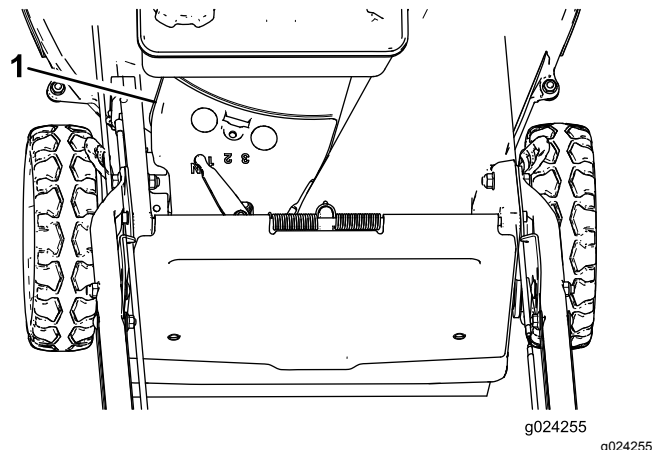

Figure 28
3. Enlevez le couvercle de courroie (Figure 28) du carter du tablier de coupe.